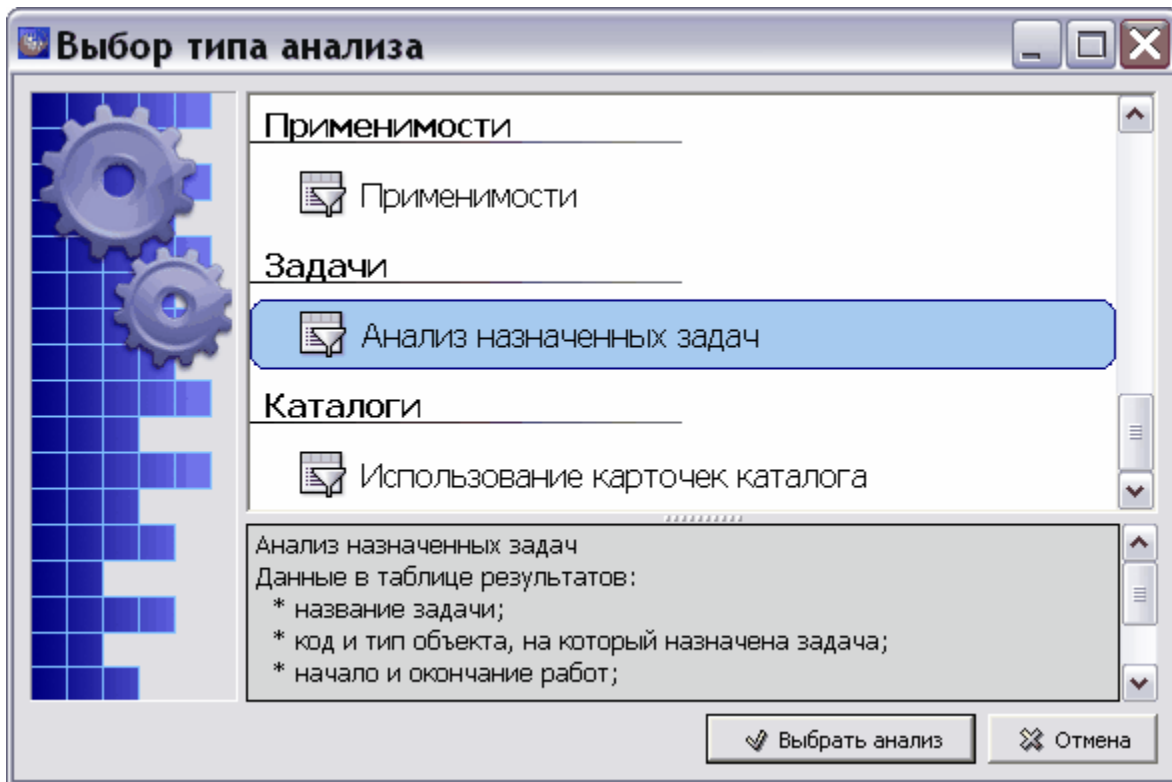

Рис. 21.176
1. В окне **Выбор типа анализа** выберите тип анализа «Анализ назначенных задач» (Рис. 21.176).